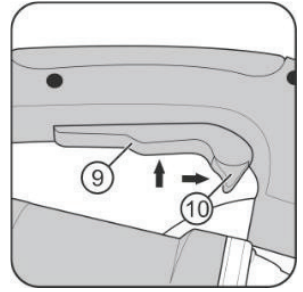

рис.2
Включение штробореза (см. рис.2):
- сдвинуть рычаг (рис.2 поз.10) вперёд (по стрелке)
- нажать клавишу выключателя (рис.2 поз.9) для запуска двигателя;